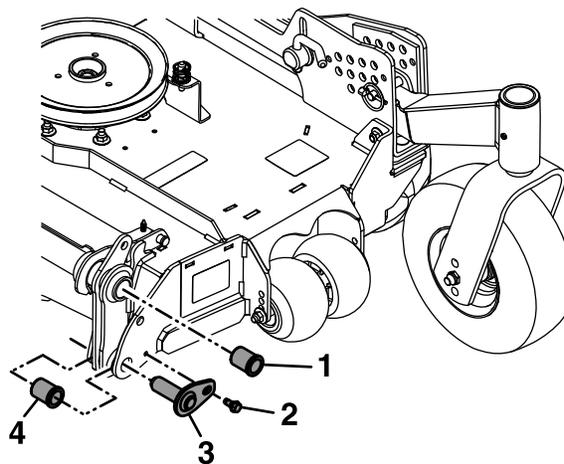

**Рисунок 85**
12. Снимите и сохраните болты, крепящие верхние шарнирные пальцы к деке, и затем снимите шарнирные пальцы (Рисунок 85).
13. Вытяните боковую деку наружу для ее отделения от средней деки (Рисунок 85).
Выровняйте и установите верхние шарнирные пальцы деки в передней и задней частях деки и зафиксируйте их с помощью ранее снятых болтов (Рисунок 85).